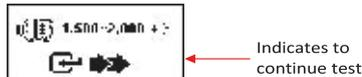

Fig.44
7. Continuar desde la prueba anterior (ya sea Fig.41, 42 o 43); la pantalla cambia automáticamente a [Prueba de carga eléctrica a 2.000 RPM] como se muestra en la Fig.44 a continuación después de 5 segundos.